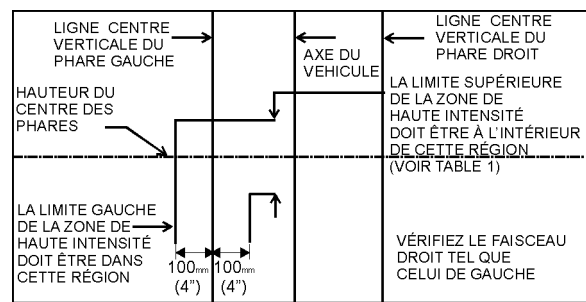

FIGURE 53 : LIMITES D'INSPECTION D'ORIENTATION DES FEUX DE CROISEMENT
7. Les limites d'inspection pour les feux de route doivent être au centre de la zone longue portée, de 10 cm (4 po) vers le haut à 10 cm (4 po) vers le bas; et, de 10 cm (4 po) de gauche à 10 cm (4 po) à droite sur un écran à 7,6 m (25 pi) (Figure 53).